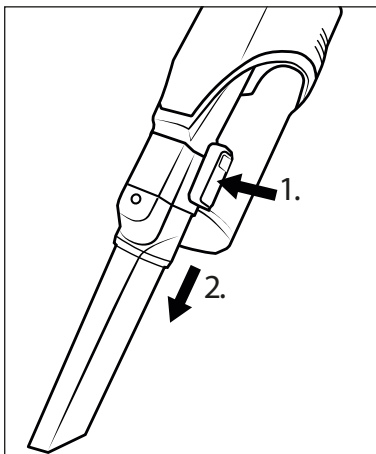

Abb. 15
- ◆ Zum Entfernen des Zubehörs halten Sie die Entriegelungstaste am Zubehör gedrückt und ziehen Sie dann das Zubehör vom Saugrohr 24 oder von der Saugöffnung des Gerätes ab (siehe Abb. 15).